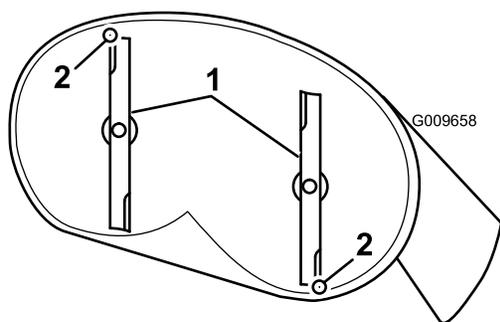
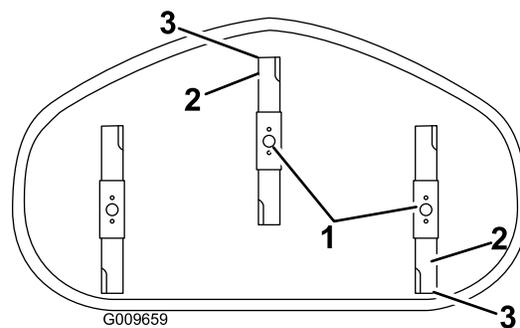

図 54
図 55
4. 注意深くブレードを回転させて、ブレードを前後方向に向ける **図 54**と**図 55**。
5. 前方のブレードの前端の刃先から平らな床面までの距離を測定する。同様に、後方のブレードの後端の刃先から平らな床面までの距離を測定する **図 54**と**図 55**。
9. 調整ができれば、もう一度前後の傾きをチェックし、傾きが適正になるまで前端での刃先の高さが後端での高さよりも1.6~7.9mm低い前部ロックナットでの調整を続ける **図 54**と**図 55**。